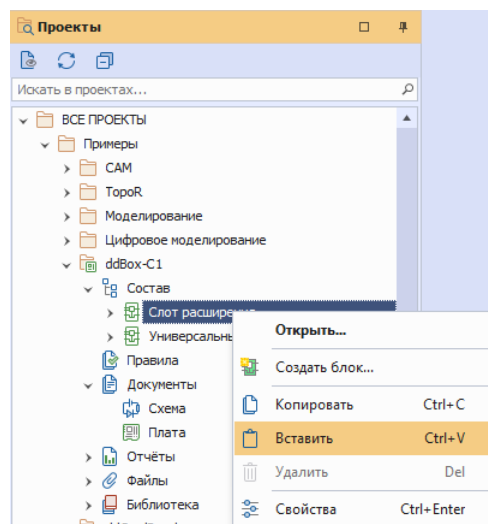

Рис. 242 Вставка блока в тот же проект
2. В текущем проекте в дереве проектов «Проекты» → «Состав» вставить блок из буфера, см. Рис. 242.